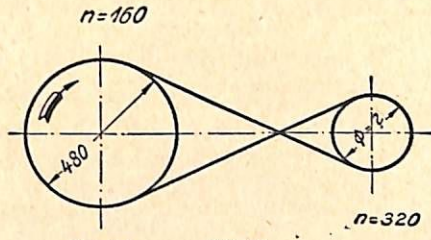

Abb. 48.
2. Bestimme den Durchmesser der getriebenen Scheibe für den Riementrieb Abb. 48!
b) Riementrieb Abb. 48: